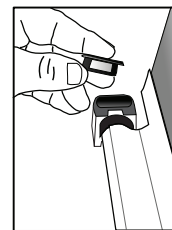

Figura 11
- 2.- Con ayuda de un desarmador plano, retire las tapas plásticas que se encuentran a los lados del capelo. (Figura 11).